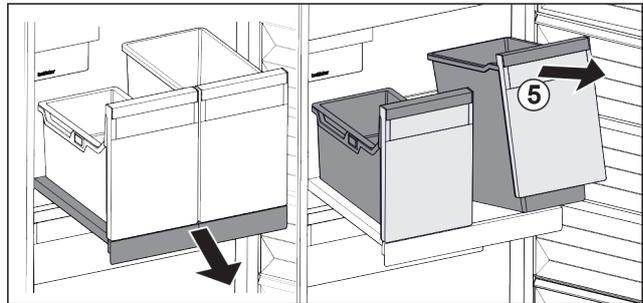

Fig. 94
- ▶ Behälter Fig. 94 (5) vorne anheben.